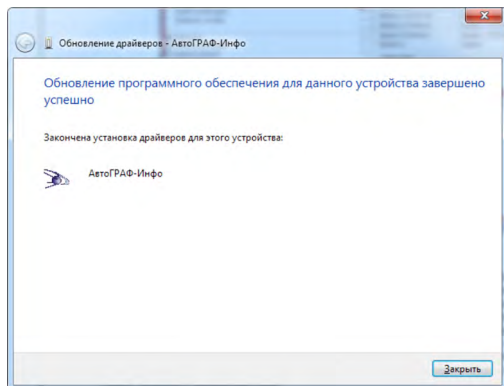
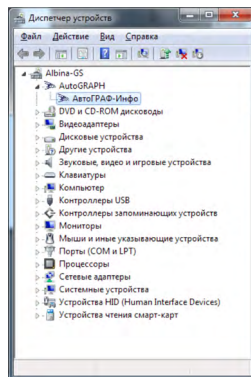

Рис.4
Рис.5
- После успешной установки драйверов система автоматически определит подключенное устройство (Рис.4, Рис.5).